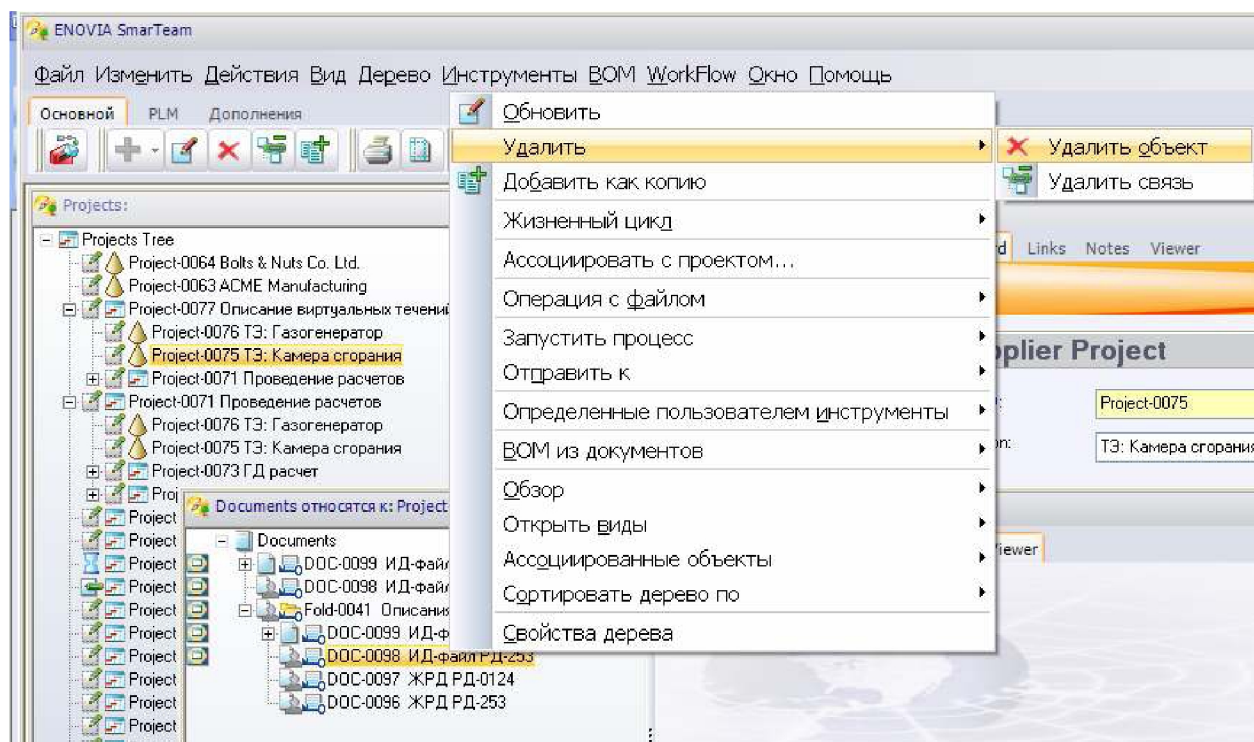

Рисунок 9 – Удаление объекта
5. Если объект добавляется в качестве ребенка, то система спросит подтверждение создания объекта (рисунок 9).
1. Добавьте объект – документ (рисунок 9).